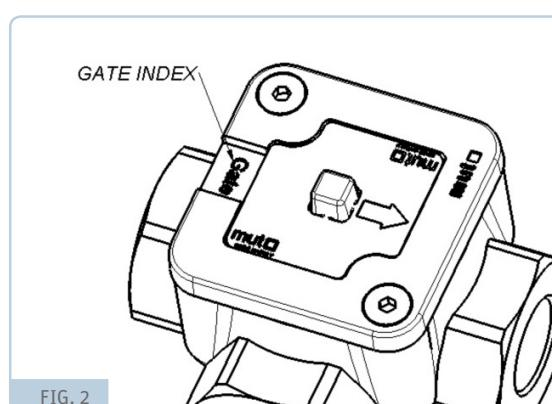

FIG. 2
- La valvola può essere montata in qualsiasi posizione. Per realizzare i circuiti riportati negli schemi di impianto fare riferimento al "Gate" vedi fig.2
- The valve can be fitted in any position. To reproduce the sample circuits shown after, refer to the "Gate" see fig. 2